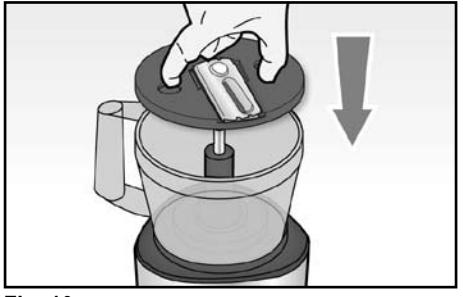

Fig. 10
- Montare il disco porta lame (M) completo sul supporto lama (F), afferrandolo dagli appositi occhiali, con la lama rivolta verso l'altro (Fig. 10).
- Inserire il coperchio (Q) sopra la ciotola (S) e procedere come indicato nel paragrafo "Tritare, impastare o montare".